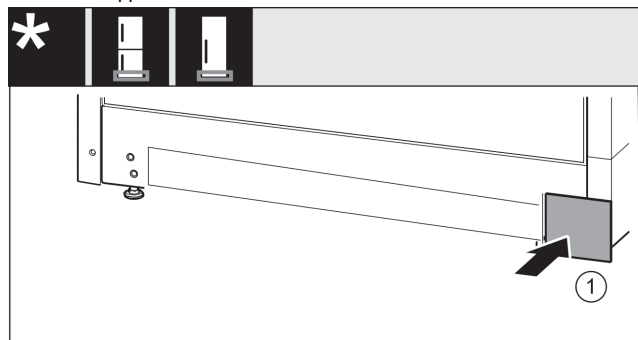

Fig. 19
- ▶ Поставете капака Fig. 19 (1) отново върху другата страна.